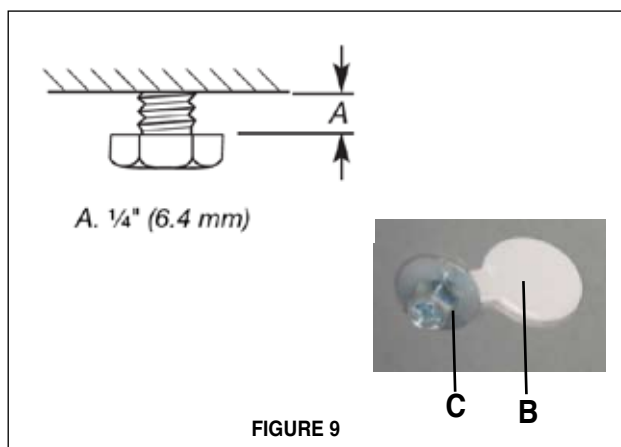

FIGURE 9
8. Installer dans des trous forés précédemment pilotes dans le plafond des 4 boulons, rondelles et écrous ou des vis à bois dans le sac des pièces en fonction de votre type de plafond (page 4). Laisser les têtes de vis environ 1/4 "loin de solives de plafond (A dans la figure 9).
12. Positionnez le support de la cheminée pour que le gros bout de la fentes sont plus les boulons de fixation au plafond (B dans la figure 9). Puis poussez le support de la cheminée pour que les boulons sont dans le cou des fentes. (C dans la figure 9) Serrer les boulons.